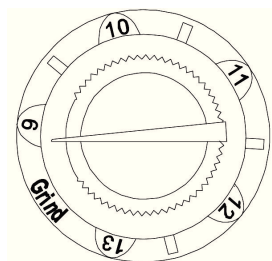

Рис. 3
7.5 Регулятор степени затемнения (рис.3). Выберите подходящий уровень затемнения с помощью регулятора в соответствии с конкретным видом сварки. (см. Приложение)